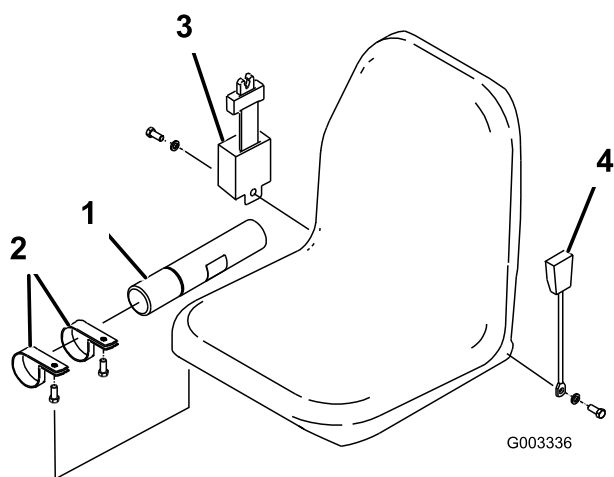

Bild 3
1. Befestigen Sie das manuelle Rohr mit den beiden Schellen, die lose mitgeliefert werden, an der Sitzfederung (Bild 3).
2. Montieren Sie den Sicherheitsgurt mit je einer Schraube und Sicherungsscheibe, die lose mitgeliefert werden, an beiden Seiten des Sitzes (Bild 3). Der